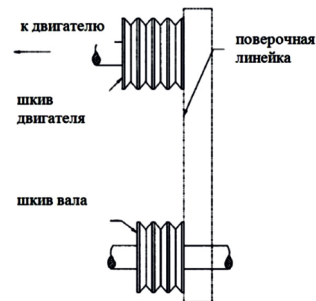

Рисунок 7 – Проверка выравнивания ремней
2. Уберите натяжение пока ремни находятся в пазах. Запустите привод примерно на пять (5) минут для «посадки» ремней. Установите максимальную нагрузку. Если ремни проскальзывают, затягивайте их до тех пор, пока они не будут проскальзывать при максимальной нагрузке. Для большинства новых ремней потребуется дополнительное растяжение после их «посадки».
6. Для проверки выравнивания используйте стальную поверочную линейку (см. рисунок 7)